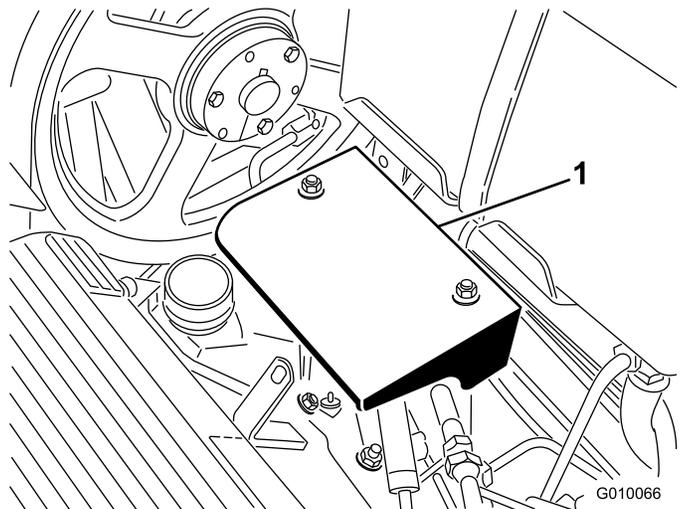

Bild 57
3. Entfernen Sie die beiden Befestigungsmuttern des Pumpenschutzblechs und nehmen Sie das Schutzblech ab (**Bild 57**).
3. Entfernen Sie die beiden Befestigungsmuttern des Pumpenschutzblechs und nehmen Sie das Schutzblech ab (Bild 57).